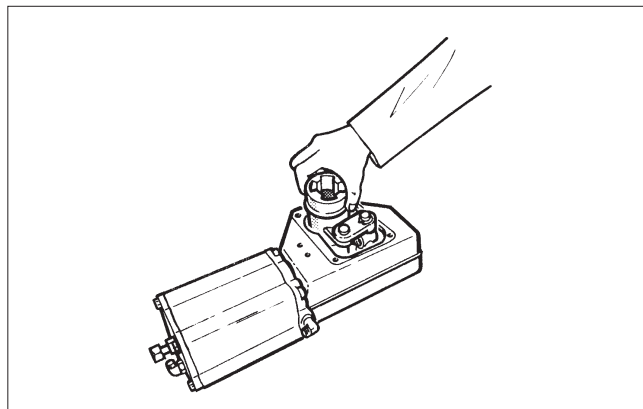

Fig. 15 Demontering av länket från huset
- Vrid spakarmen (3) för att lossa lagerenheten från kolvstången (10). Lyft ut hela länket ur huset. Se fig. 15.
- Vrid spakarmen (3) för att lossa lagerenheten (5) från kolvstången. Lyft ut hela länkaget ur huset. Se fig. 15.